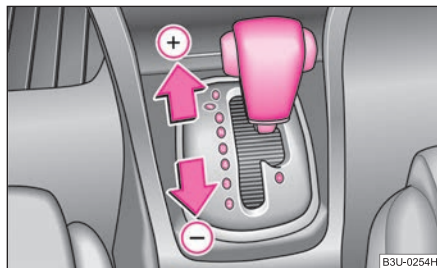

Fig. 124 Leva selettoria: Cambio manuale delle marce
- Con un tocco, premere la leva selettoria (già nella posizione Tiptronic) in avanti ➔ fig. 124 (+).